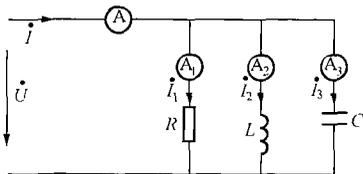

图 D-12
**Jf1D5100** 如图 D-12 正弦交流电路中,  $X_L < X_C$  电流表  $A$ ,  $A_1$ ,  $A_3$  读数各为  $5\text{A}$ ,  $4\text{A}$ ,  $6\text{A}$ 。求 (1) 电流表  $A_2$  的读数。(2)  $U$  达到零值时各支路的电流及总电流的大小。